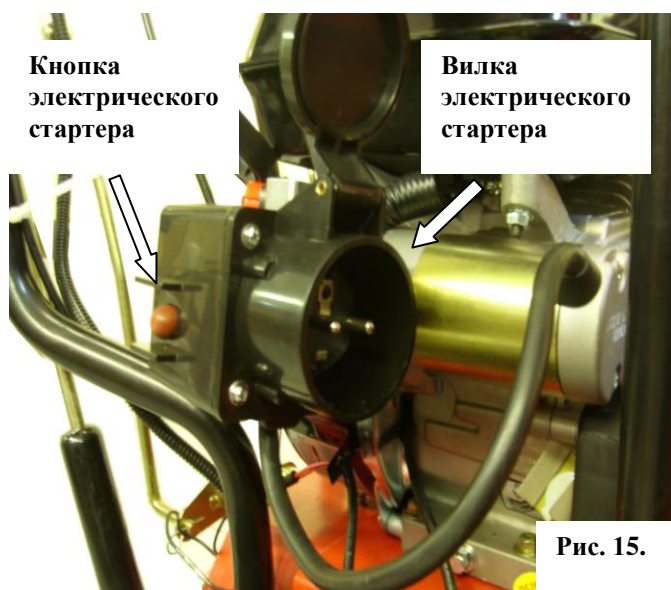

Рис. 15.
1. Вставить розетку кабеля питания в вилку электрического стартера, расположенного на двигателе снегоборщика. См. Рис. 15.